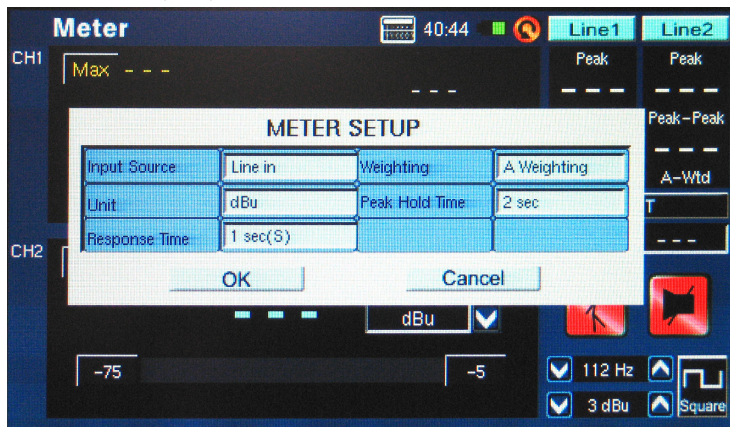

图 48
1. 进入METER功能下的SET菜单，将声源设置成“Line In”。此外，您还可从dBu, dBV和Volt选择您需要的测量单位(图48)。
2. 设置响应时间，加权，或峰值保持时间(图48)。点击“OK”关闭设置菜单(图49)。